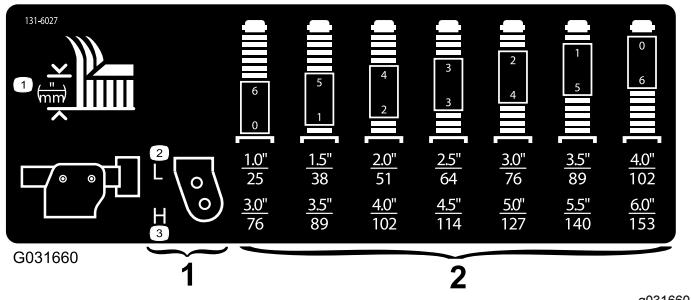

Bild 18
3. Stecken Sie die Laufradachsen in allen Laufradgabeln in die gleichen Löcher. Die richtigen Löcher für die jeweilige Einstellung finden Sie in der Tabelle (Bild 18).
- Hinweis:** Sie finden die richtige Kombination der Distanzstücke für die jeweilige Einstellung in der Tabelle: (Bild 18)